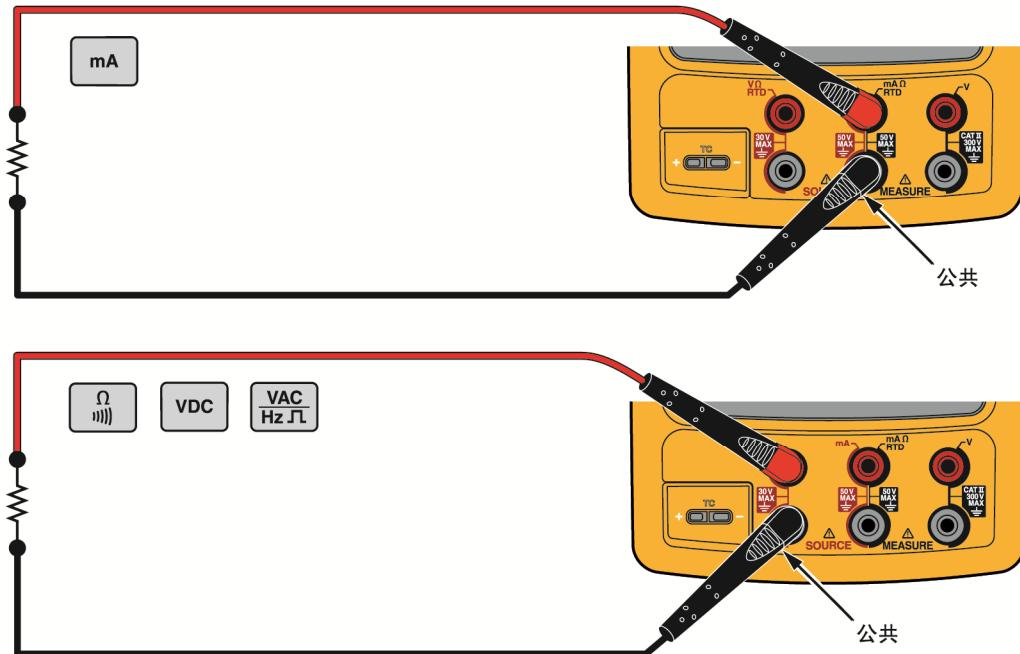

图 16. 电气输出连接
1. 根据输出功能，按照图 16 所示连接测试线。
3. 记录所需的输出值，然后按 **ENTER**。例如要输出 5.5 V 直流电，按 **VDC** **⑤** **⑦** **①** **ENTER**。